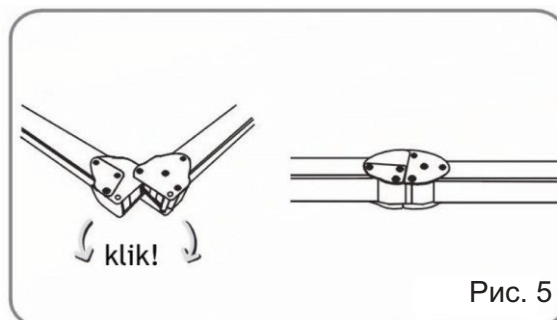

Рис. 5
2. Раскладываете раму таким образом, чтобы можно было услышать защелкивание блокирующих механизмов на шарнире каждого из изгибов. Повторите те же действия для коротких частей рамы (рис. 5 + 6).